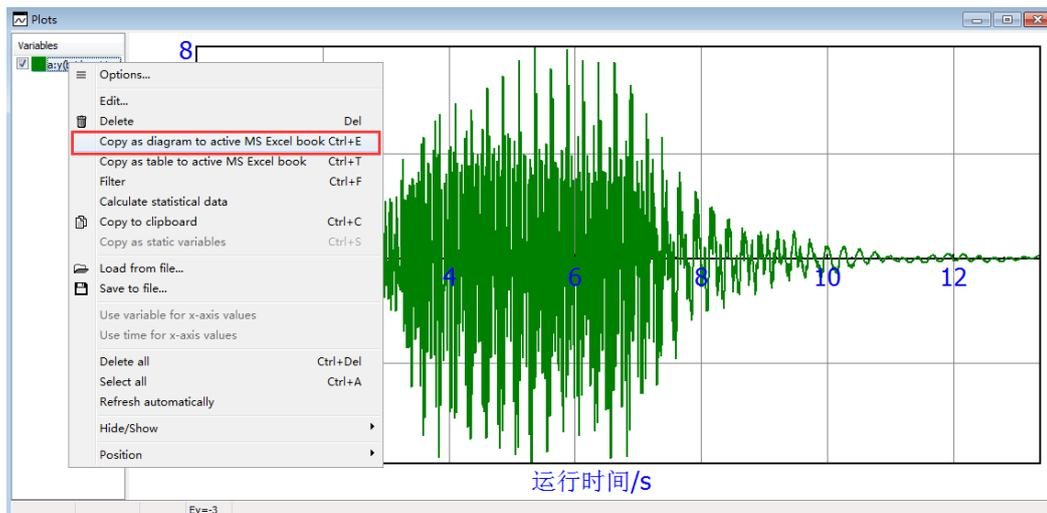

图 013-2 设置输出结果类型 1
1、在绘图窗口选中变量点右键，选择 **Copy as diagram to active MS Excel book**，如图 013-2；